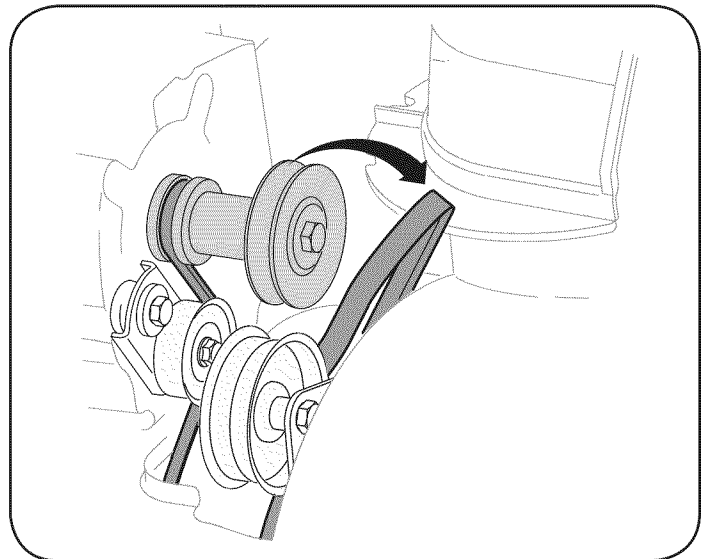

Figura 22
3. Saque la correa de la barrena de la puleya del motor. Vea la figura 22.